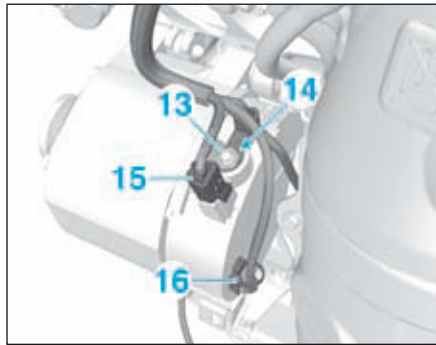

FIG.7
- Déposer l'écrou (13) (Fig.7).
- la cosse d'alimentation électrique (14),
- le connecteur (15).
- Déposer l'agrafe (16).